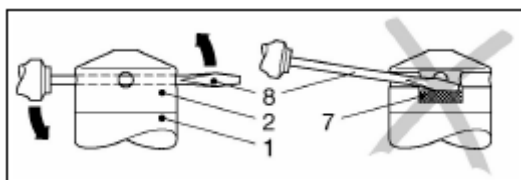

Рисунок 1.
2.4.3. Датчики LMK 358, LMK 358Н имеют предохранительную заглушку, препятствующую механическому повреждению мембраны. В случае необходимости, например, при измерении давления вязких сред, очистке и осмотре датчика, заглушка может быть удалена (см. рисунок 1).